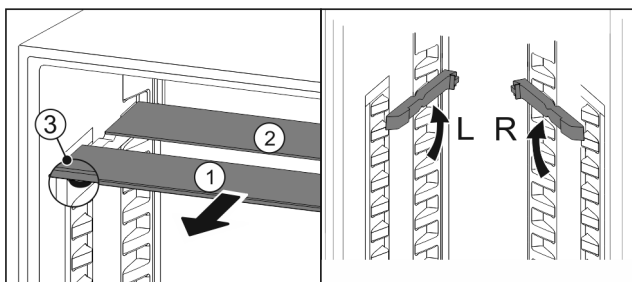

Fig. 94
- Sortir les tablettes par l'avant Fig. 94 (1).
- ▷ La tablette en verre Fig. 94 (1) avec bordure décorative est située à l'avant.
- ▷ Les butées Fig. 94 (3) sont orientées vers le bas.